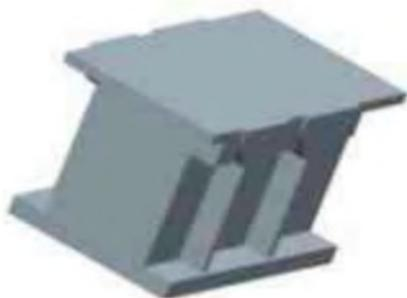
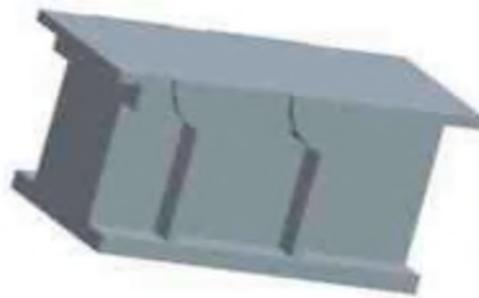

图 1-20
图 1-21
3) 在拉伸界面的“深度”对话框中输入拉伸长度为 308.5，单击反向按钮单击按钮或鼠标中键完成顶板实体的绘制，如图 1-20。用同样的方法绘制另一侧的螺栓肋板，绘制完成后，如图 1-21 所示。